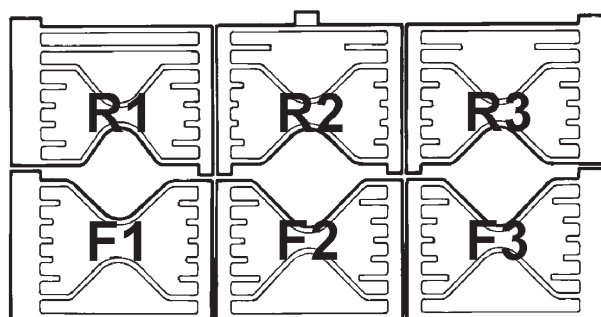

Fig. 8A
5. Colocar as grelhas de apoio das panelas na ordem indicada abaixo. As grelhas estão identificadas na sua parte inferior com as designações indicadas no desenho. As grelhas de apoio devem encaixar nos respectivos recessos existentes nas placas da mesa de queima. (Ver Fig. 8A e 8B)